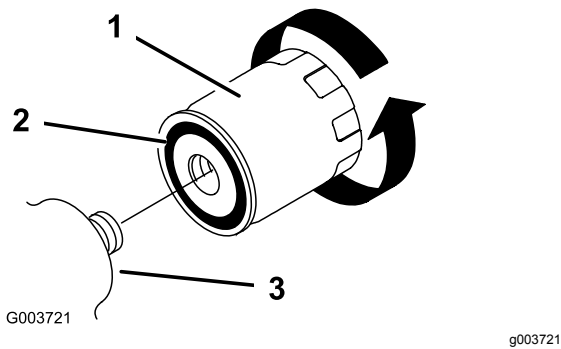

Bild 40
5. Entfernen Sie den alten Filter (Bild 40) und wischen Sie die Kontaktfläche am Filteradapter ab.
6. Ölen Sie die Gummidichtung am Ersatzfilter leicht mit Frischöl ein (Bild 40).
7. Drehen Sie den Austauschfilter auf den Filteradapter auf (Bild 40). Ziehen Sie ihn nach rechts fest, bis die Gummidichtung den Filteradapter berührt. Ziehen Sie ihn dann um eine weitere halbe Umdrehung an.